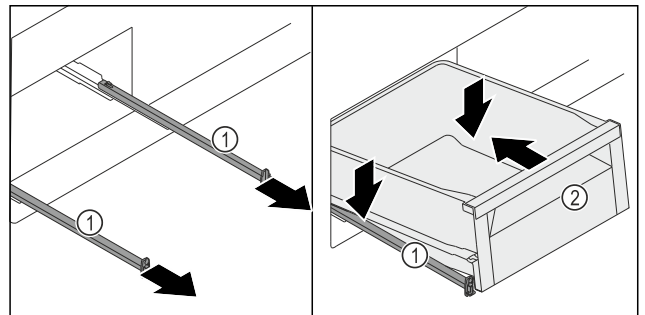

Fig. 248
- Schienen Fig. 248 (1) herausziehen.
- Schienen Fig. 248 (1) festhalten und Schubfach Fig. 248 (2) schräg von oben auf den Schienen Fig. 248 (1) aufsetzen.
- Schubfach Fig. 248 (2) auf den Schienen Fig. 248 (1) bis zum Anschlag nach hinten schieben.